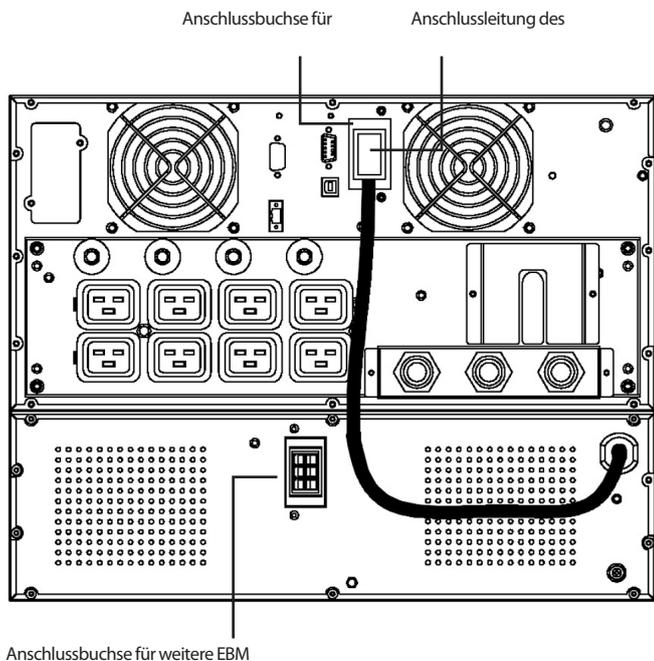

Abb. 11. Anschluss des EBM in Geräten von 8 bis 10 kVA.
- Für USVs von 8 bis 10 kVA mit EBM, folgen Sie bitte den nachstehenden Schritten, wie in Absatz 4.3.4 (siehe Abb. 11) beschrieben:
- Was die Verbindung zwischen USV und EBM bei Modellen von 8 und 10 kVA betrifft, gehen Sie bitte wie in Absatz 4.3.4 (siehe Abb. 11) beschrieben vor: